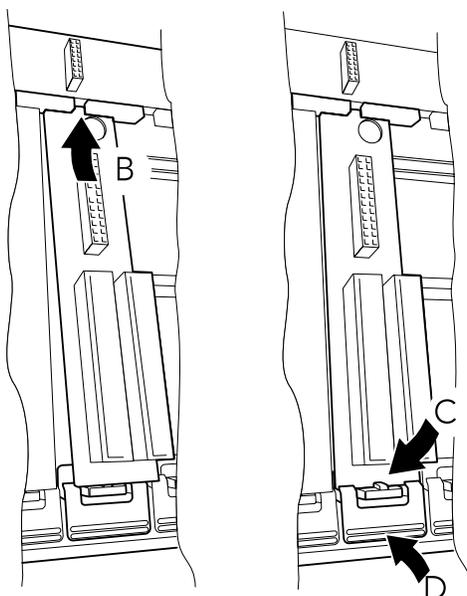

Abbildung 2.2.2 Installation und Entfernen
1. Fixieren Sie die Führung der Klemmeneinheit Platine auf dem Steckplatz in der Basiseinheit (Aktion „B“ in Abbildung 2.2.2).